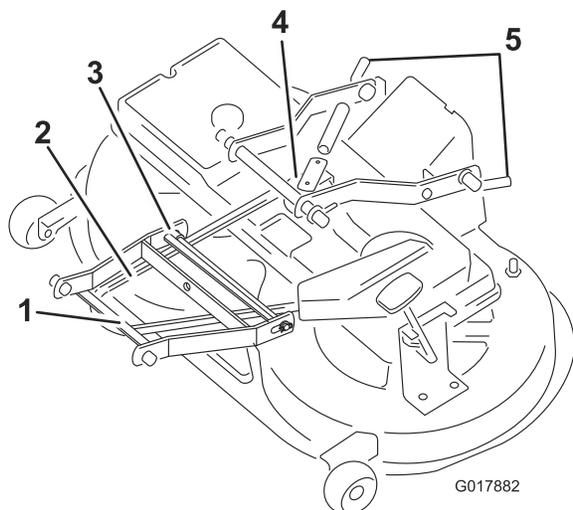

Figura 44
9. Tirate verso l'interno il braccio di rinvio e togliete la cinghia trapezoidale dalla puleggia (Figura 44).
11. Rimuovete il perno tra la bielletta del braccio anteriore e la scocca del tosaerba (Figura 44).
12. Togliete la cinghia trapezoidale dalla puleggia del motore (Figura 44).